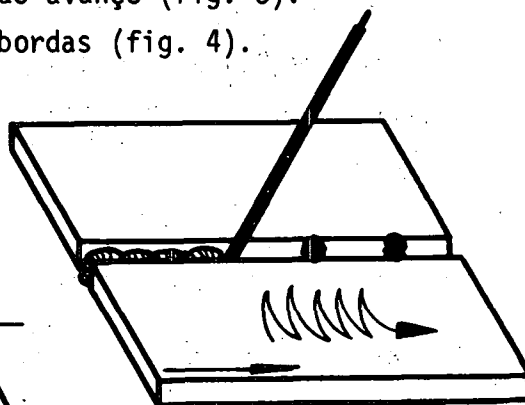

Fig. 4
- b Oscile o eletrodo cobrindo as bordas (fig. 4).